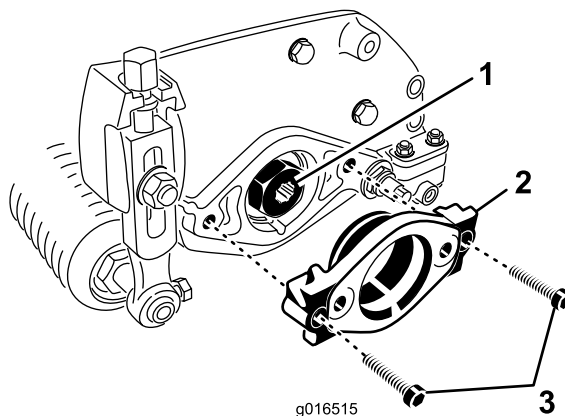

Bild 8
- Nehmen Sie die zwei Inbusschrauben ab, mit denen die Motorhalterung links hinten an der Schneideinheit befestigt ist. Nehmen Sie die Motorbefestigung ab (Bild 8).
- Schmieren Sie die Antriebskupplung innen mit Fett ein (Bild 8).
- Schmieren Sie links hinten an der Schneideinheit etwas Öl auf den O-Ring und befestigen Sie die Motorhalterung mit den zwei vorher entfernten Inbusschrauben (Bild 8). Ziehen Sie die Schrauben mit 16 bis 20 Nm an.